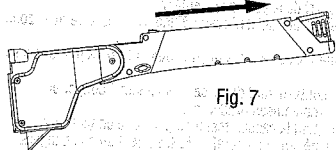

Fig. 7
1. Sortez la lame. Maintenez le bouton de sortie de lame poussé vers l'avant et appliquez la pointe de la lame contre le matériau à couper. Coupez en tirant sur la poignée de l'agrafeuse comme montré dans la fig. 7.